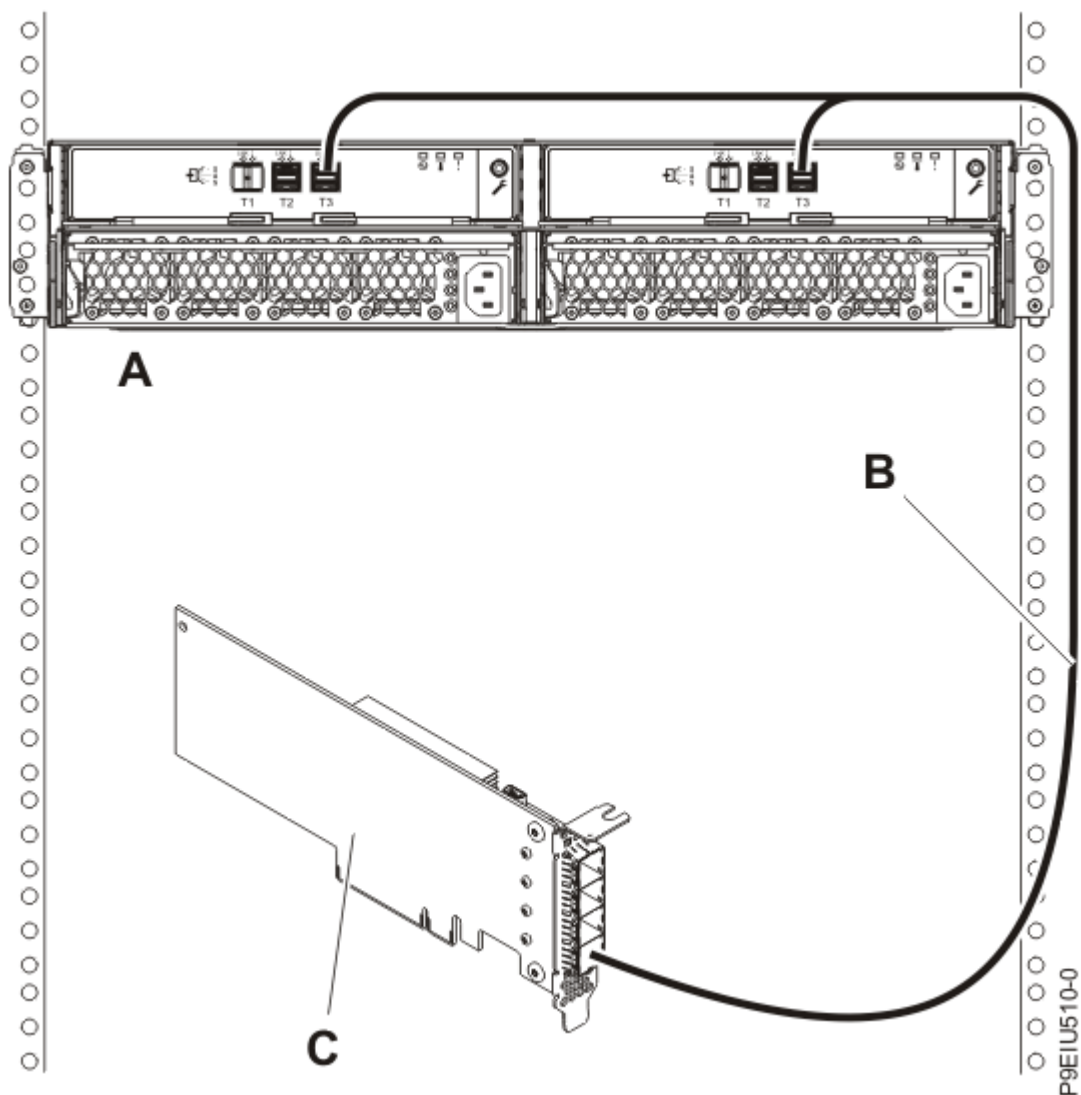

Рисунок 13. Подключение Блок памяти ESLL или ESLS к одному адаптеру SAS FC EJ0J, FC EJ0K или FC EJ0M в режиме 1 с помощью кабеля Y012
13. Затем подключите один корпус **(А)** с помощью кабеля YO12 **(В)** к одному адаптеру SAS FC EJ0J, FC EJ0K или FC EJ0M **(С)** в режиме 1 (см. Рисунок 13 на стр. 19) и перейдите к шагу “Подключение кабелей данных, кабелей питания и установка крышек” на стр. 30.